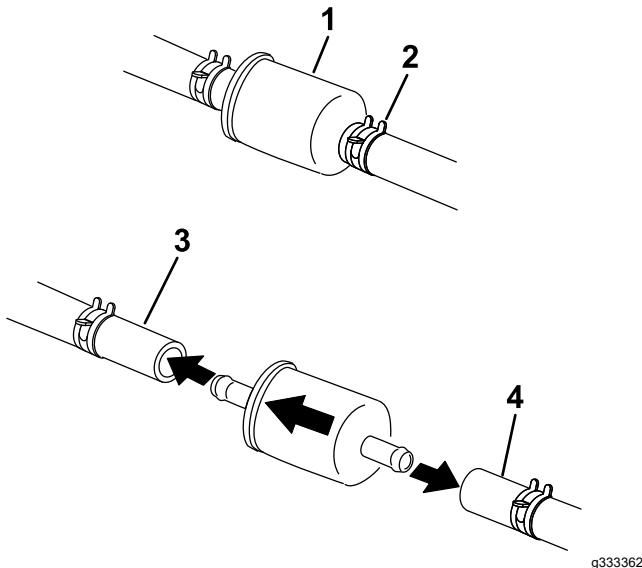

Figura 52
- Cierre la válvula de cierre de combustible, situada debajo del asiento (Figura 52).
- Apriete los extremos de las abrazaderas y deslícelas por la manguera alejándolas del filtro (Figura 52).
- Instale un filtro nuevo y acerque las abrazaderas al filtro (Figura 52).